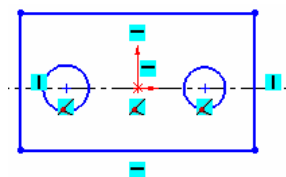

图 5-40 底板草图
⑤ 绘制圆。单击草图绘制工具栏上的圆按钮，在中心线上绘制两个较小的圆，如图 5-40 所示。